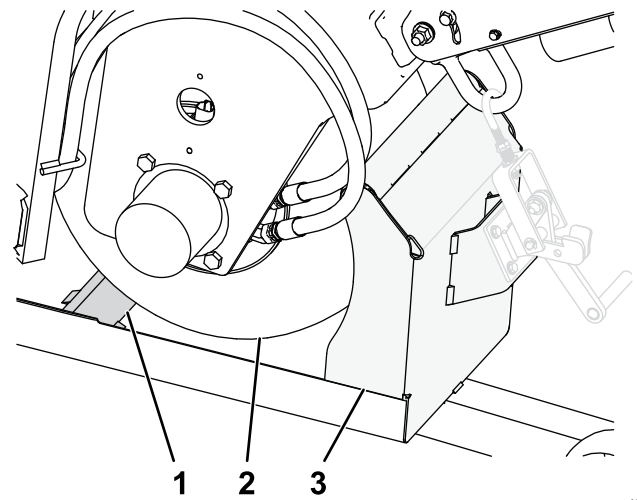

Figure 5
4. Restez sur le sol et guidez la machine lentement jusqu'en haut de la rampe et sur la remorque jusqu'à ce que la roue avant roule sur la cale intégrée et soit en appui contre le déflecteur avant de la remorque (Figure 5).